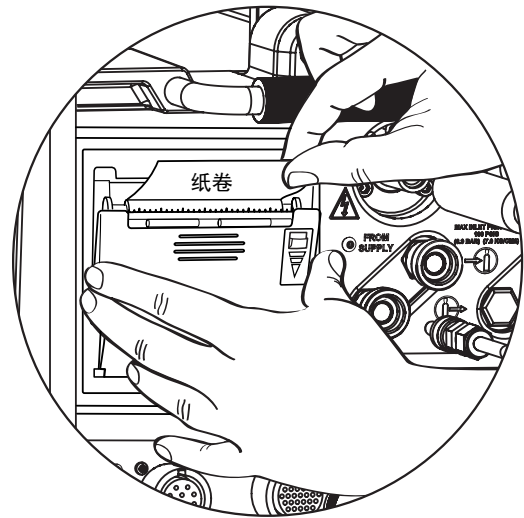

图 53—使纸居中
4. 拉住纸的末端，然后关闭打印机盖。需要将纸居中(图 53)。